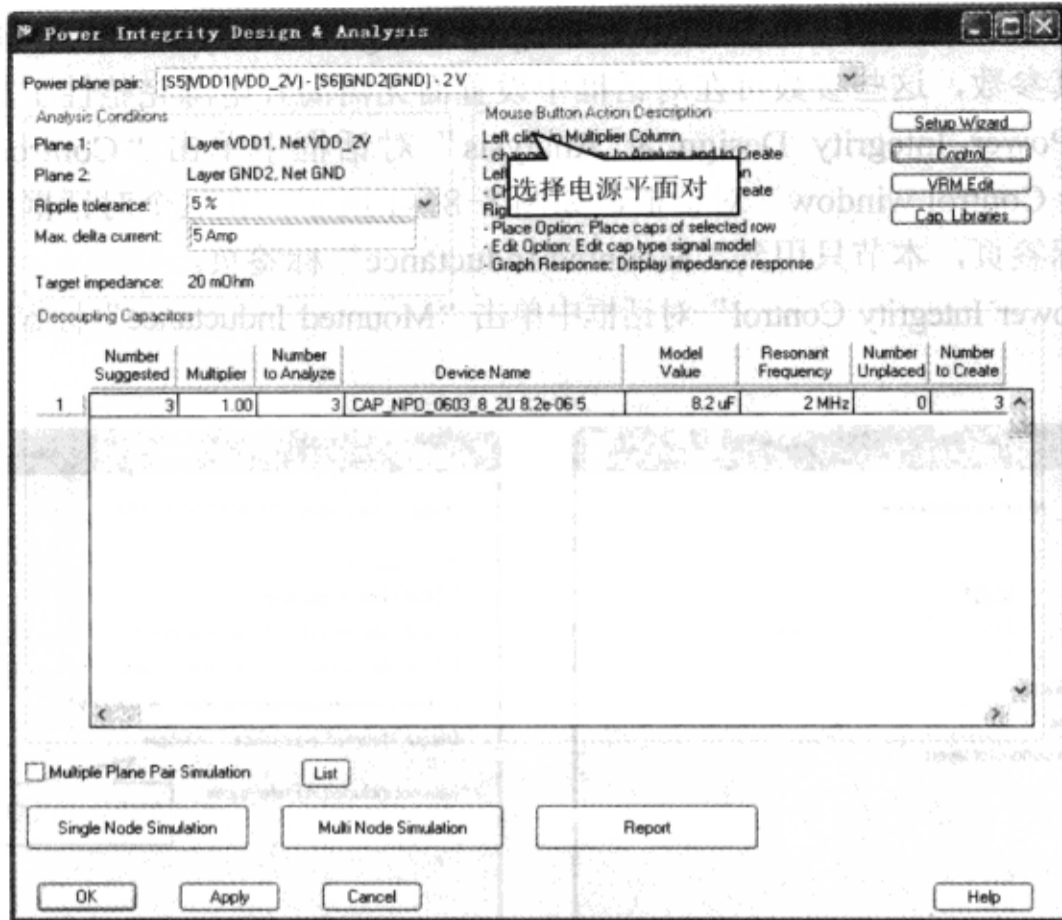

图 8-8-43 选择电源平面对
(1) 在“Power Integrity Design & Analysis”对话框顶部的“Power plane pair”栏中选择“[S5]VDD1(VDD\_2V) - [S6]GND2(GND) - 2V”，如图 8-8-43 所示。